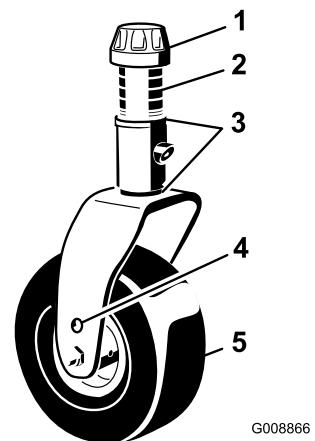

Bild 101
1. Entfernen Sie die Spannkappe von der Spindelwelle und ziehen die Spindel aus dem Laufradarm heraus (Bild 101). Stecken Sie die Beilagscheiben nach Bedarf um, um das Laufrad anzuheben oder abzusenken, bis das Mähwerk die korrekte Neigung erhalten hat.